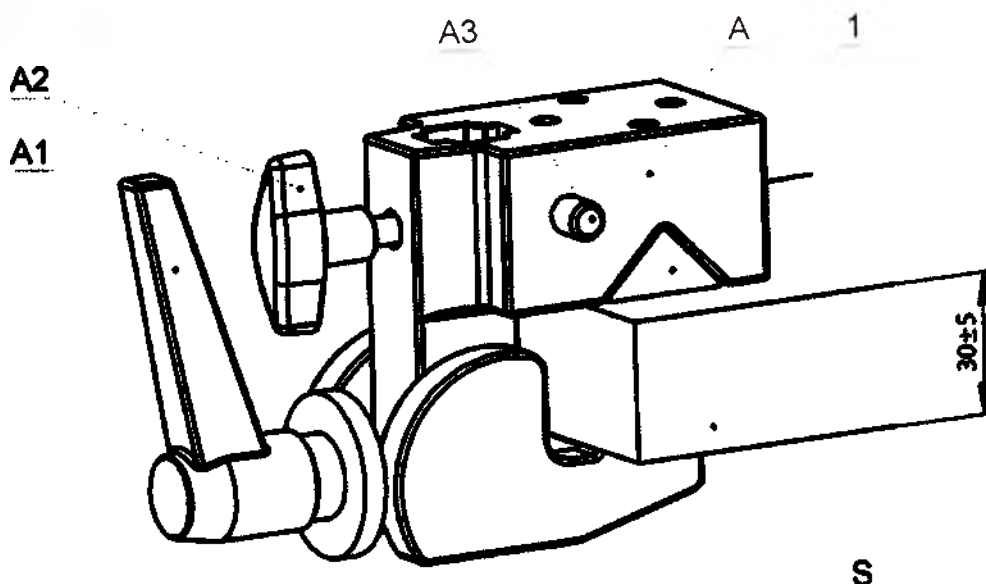
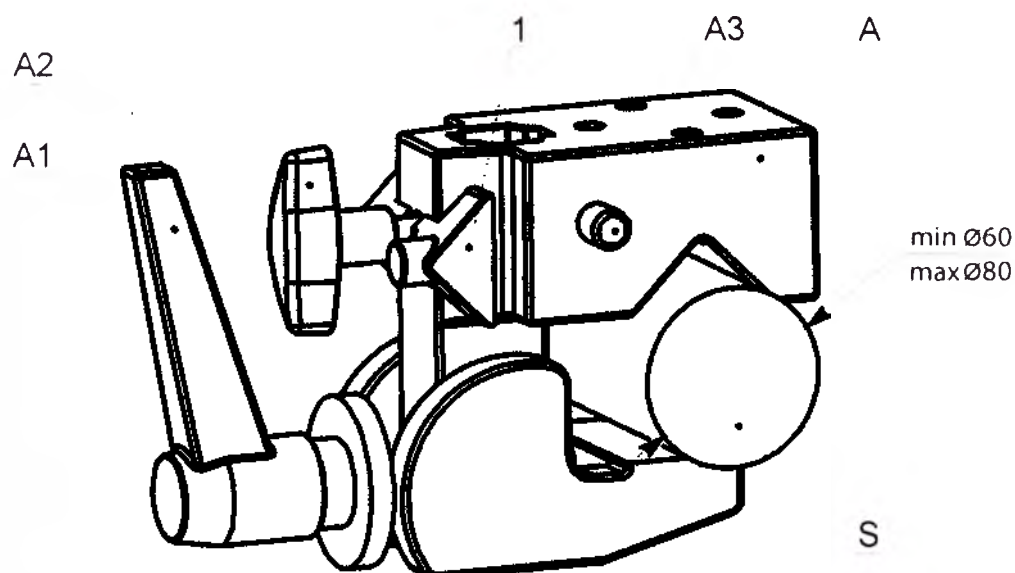
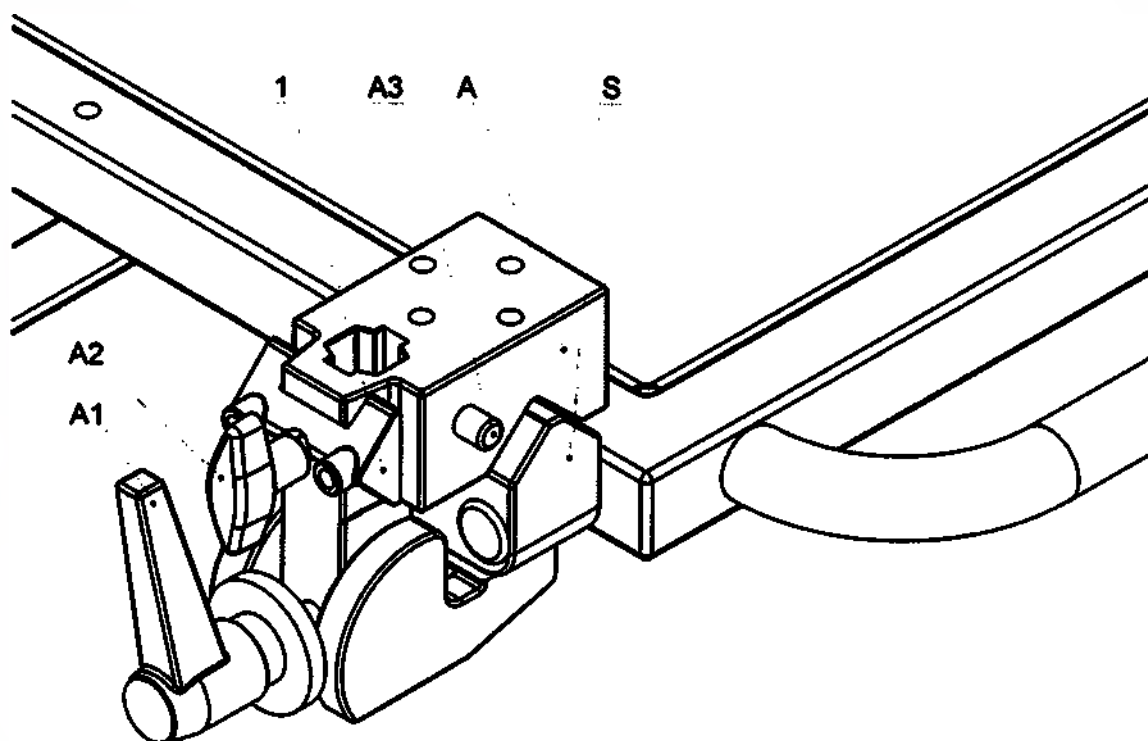

Рис. 5. Установка кронштейна на плоскую поверхность.
Рис. 6. Установка кронштейна на цилиндр.
Рис. 7. Установка кронштейна на призматический адаптер.
- установочная призма (1);
- штанги (2), (3);
- винт фиксации (4).
На рис. 5, рис. 6, рис. 7 показано крепление кронштейна (А) на плоскую и цилиндрическую поверхность (S), а также на специальный призматический адаптер.
1. Установочную призму (1) установите в призматический паз трубкины (А) (рис. 5) (только при установке на плоскую поверхность).
При установке кронштейна на цилиндрическую поверхность (S) (рис. 6) или на специальный призматический адаптер (рис. 7) призматическую вставку (1) во избежание ее утраты можно закрепить монтажным винтом (А2) на корпусе трубкины.
2. Установите трубкуну (А) на плоскую поверхность, или на цилиндр, или на призматический адаптер (рис. 5, рис. 6, рис. 7) и зафиксируйте ее, поворачивая рукоятку (А1) по часовой стрелке. Проверьте, надежно ли закреплена трубкана (А).